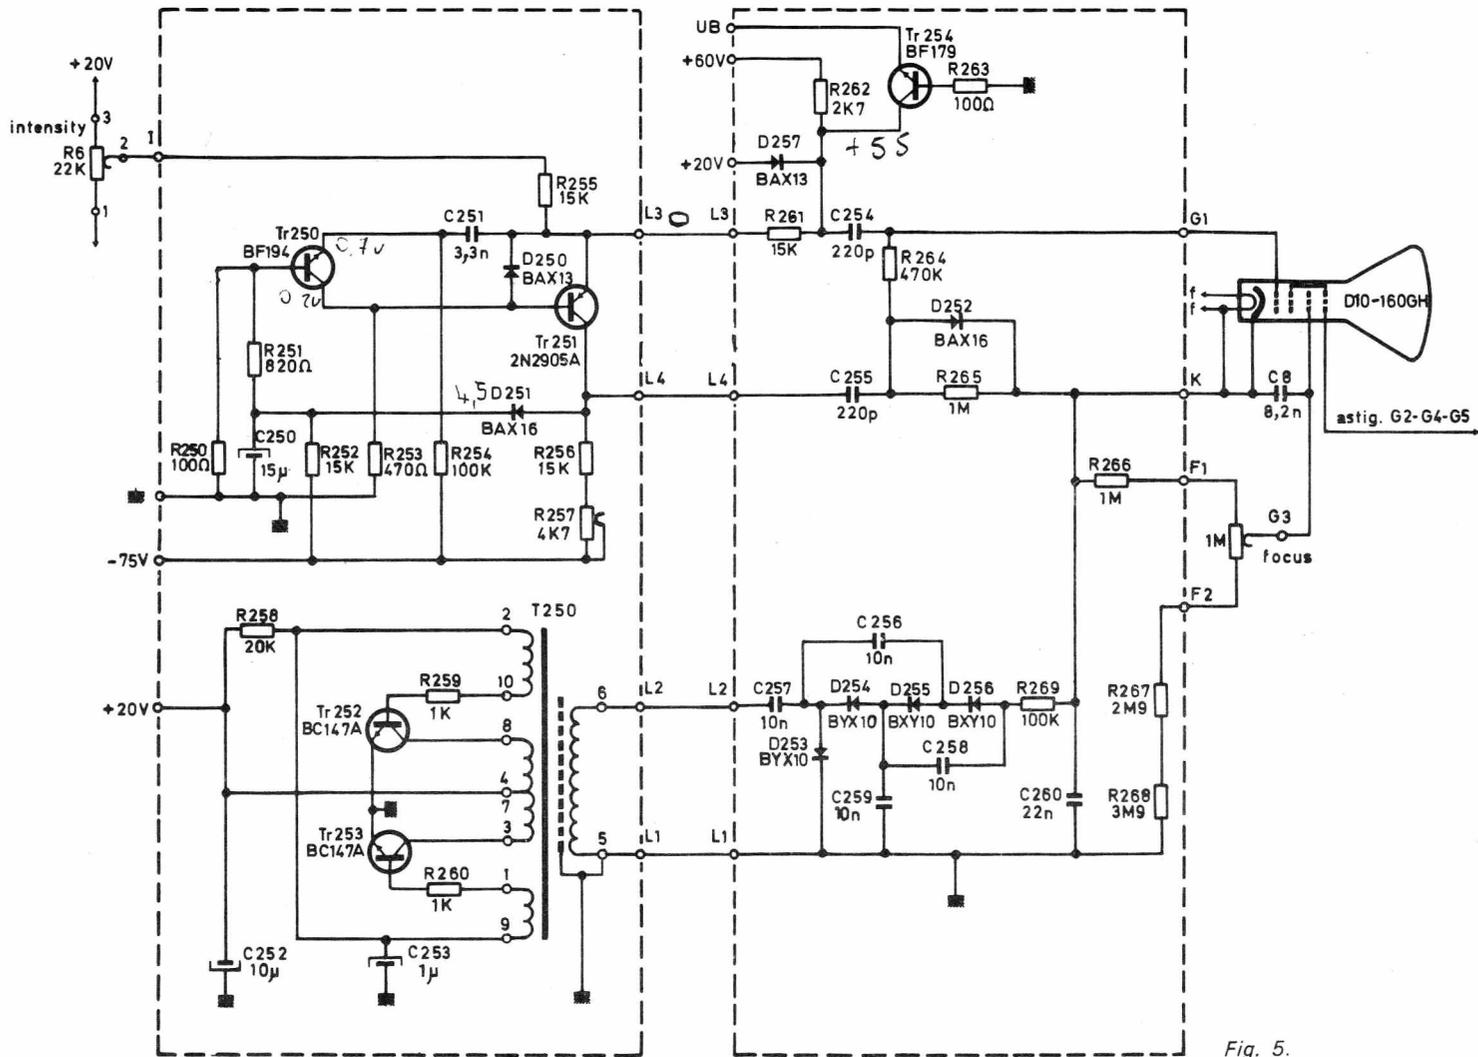

Fig. 5.
3. — LES CIRCUITS DU TUBE A RAYON CATHODIQUE D10-160 GH. (Fig. 5.)